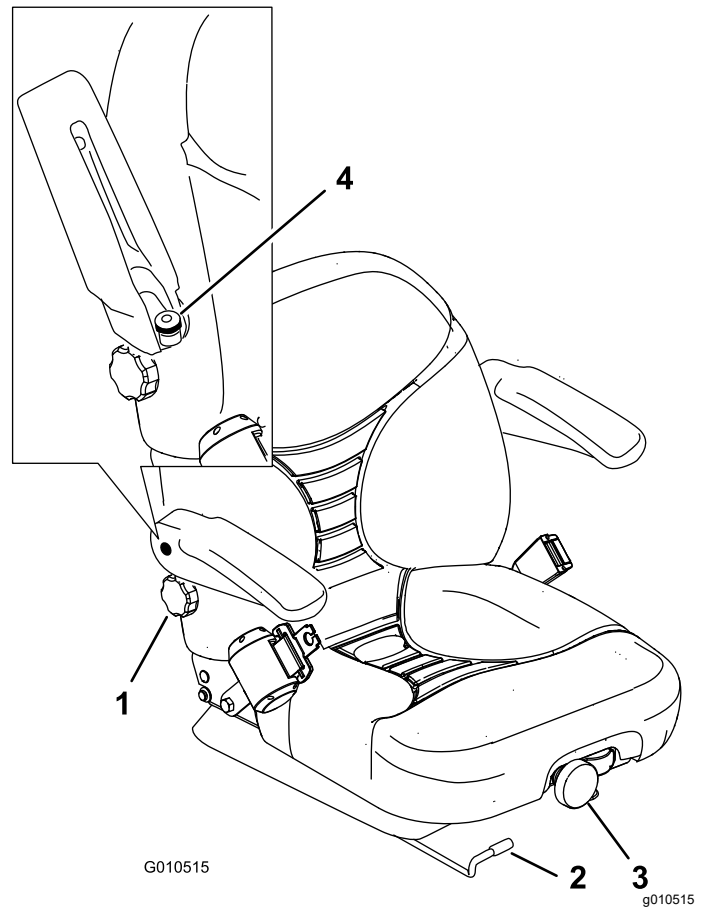

Figura 33
- Mueva la palanca lateralmente para desbloquear el asiento (Figura 33).
Para ajustar el asiento, gire el pomo delantero en cualquier sentido hasta encontrar la posición más cómoda (Figura 33).
Para ajustar el respaldo del asiento, gire el pomo situado debajo del reposabrazos derecho en cualquier sentido hasta encontrar la posición más cómoda (Figura 33).
Levante el reposabrazos y gire el pomo en cualquier sentido hasta encontrar la posición más cómoda (Figura 33).